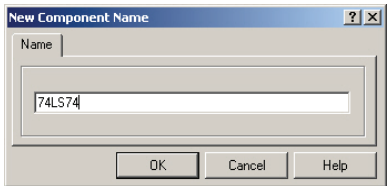

图 3-92 “New Component Name”对话框
10) 保存已绘制好的元器件。选择“Tools”→“Rename Component”命令, 打开“New Component Name”对话框, 如图 3-92 所示, 将元器件名称改为 74LS74, 然后选择“File”→“Save”命令将元器件保存到当前元器件库文件中。